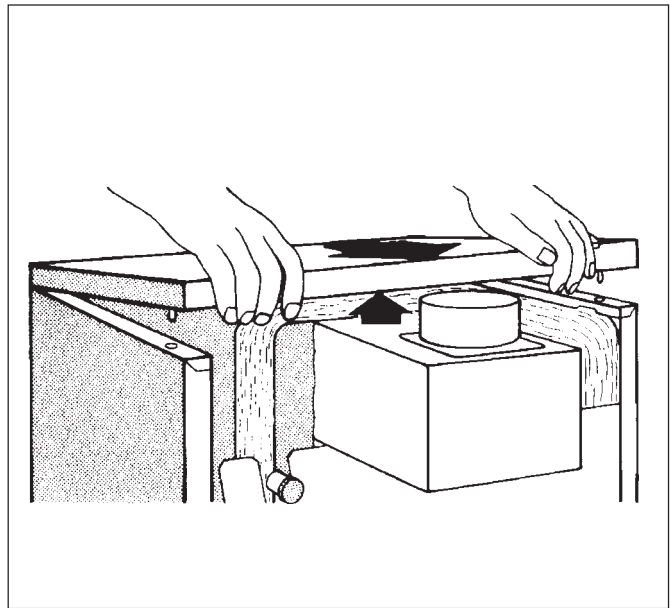

Abb. 7: Kesselhaube abnehmen
- Kesselhaube hinten links und rechts anheben und nach hinten wegnehmen (Abb. 7).